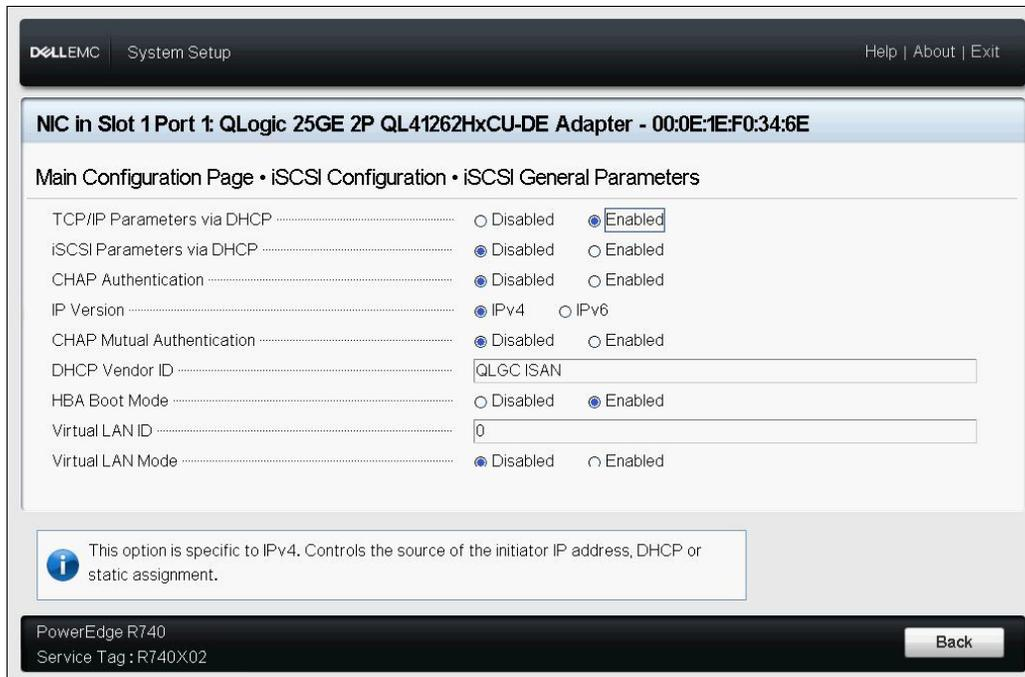

Abbildung 9-8. Systemeinstellung: Allgemeine iSCSI-Parameter
3. Drücken Sie auf der Seite „iSCSI General Parameters“ (Allgemeine iSCSI-Parameter) (Abbildung 9-8) auf die Tasten UP ARROW (Pfeil nach oben) und DOWN ARROW (Pfeil nach unten), um einen Parameter auszuwählen. Drücken Sie anschließend auf ENTER (Eingabe), um die folgenden Werte auszuwählen oder einzugeben:
- Die Bezeichnung ändert sich auf Basis der auf der Seite „iSCSI General Parameters“ (Allgemeine iSCSI-Parameter) (Abbildung 9-8 auf Seite 135) eingestellten IP-Version in **IPv6** oder **IPv4** (Standardeinstellung).